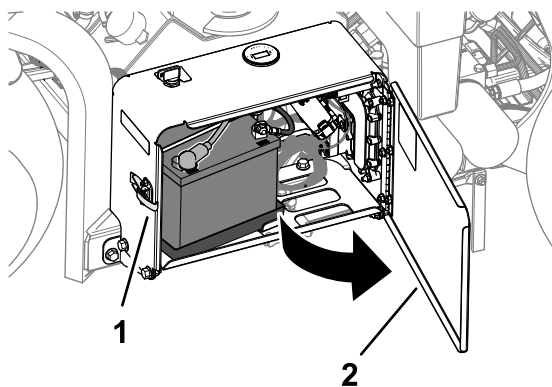

Figura 158
1. Desenganche y abra la puerta del compartimento de la batería (Figura 158).